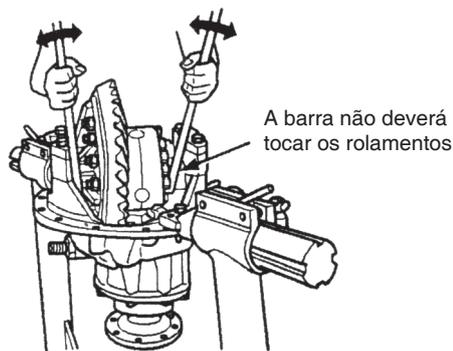

Figura 5.38
B. Insira duas alavancas entre a caixa dos satélites ou a coroa hipoidal e a caixa do diferencial, locais diferentes das descritas no passo A. A alavanca não deverá tocar os rolamentos da caixa dos satélites. Figura 5.38.